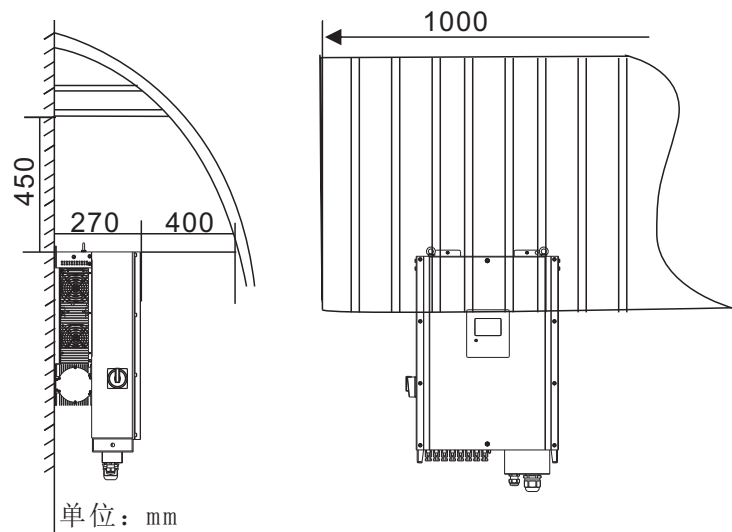

图3-7
B. 为了减少由于阳光直射造成逆变器降载和延长逆变器寿命，我们建议安装遮阳棚，对于遮阳棚与逆变器之间距离参数，如下图3-7所示。